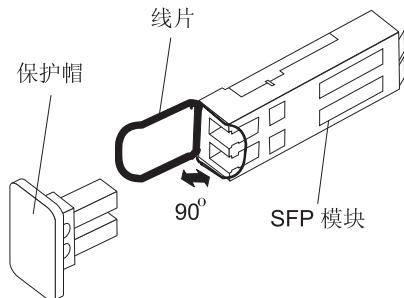

图 15. SFP 模块和保护帽
2. 请如图 15 中所示, 从 SFP 模块上取下保护帽。请保管好保护帽以供将来使用。
2. 如有必要，请如第 32 页的图 15 中所示，从 SFP 模块上取下保护帽。请保管好保护帽以供将来使用。